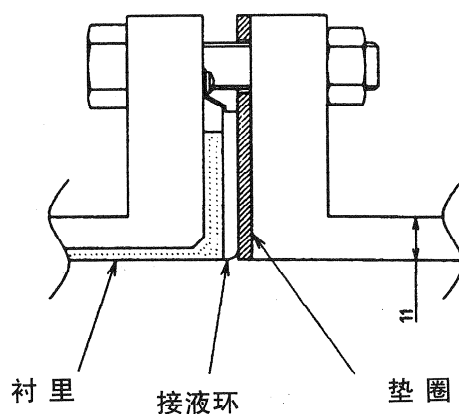

图 2-26 在 2.5A-1100A 的条件下材质为 SUS，以及在 250A-1100A 的条件下材质为 SUS 以外的场合
1. 按规定的紧固力矩进行安装の場合，如图 2-26 进行安装。